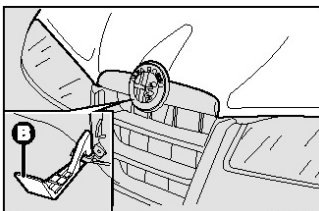

рис.99
- Потянуть до конца за рычажок **B** - **рис. 99** и поднять крышку капота.